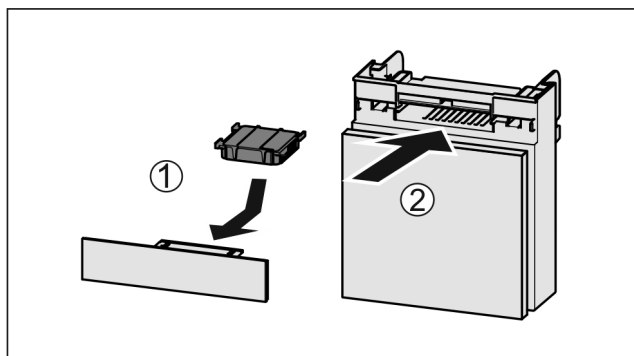

Fig. 40
- Sett inn Fig. 40 (1) aktivkullfilteret etter figuren.
- Skyv inn Fig. 40 (2) hyllen.